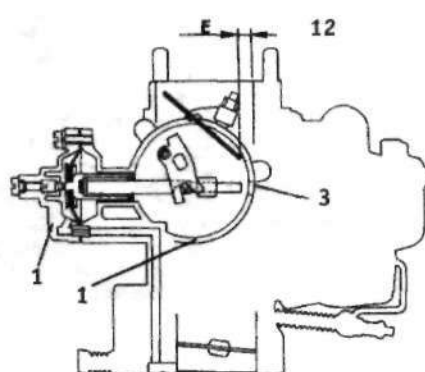

Рис.13.11. Регулирование максимального опускания воздушной заслонки (карбюратор Solex C30 DI 40) (раздел 5):
8. Для проверки максимального опускания воздушной заслонки (см. рис.13.11) открыть заслонку против давления тяги мембраны. Расстояние "Е" должно быть равно 7,0-8,0 мм. Если это не так, значит детали автоматического подсоса сильно изношены и блок подсоса необходимо заменить.